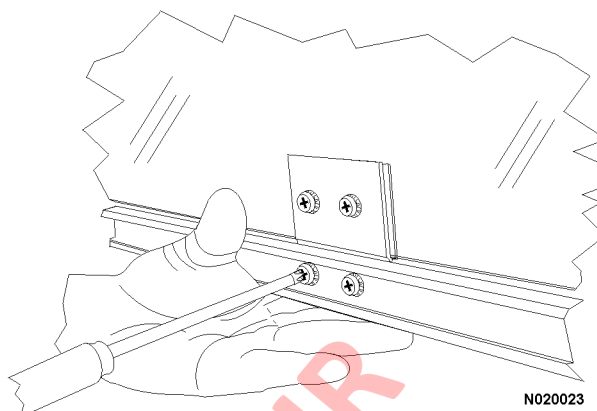

FIGURA 2-8.
- h. Saque los dos tornillos (Figura 2-8) que sostienen el riel del rodillo a la parte inferior del vidrio de la puerta.
7. Saque los dos tornillos (Figura 2-8) que sostienen el riel del rodillo a la parte inferior del vidrio de la puerta.
21. Levante el vidrio de la ventana en el marco e instale el riel del rodillo del regulador de la ventana en el soporte que se instaló en el paso 20. Consulte la Figura 2-8.